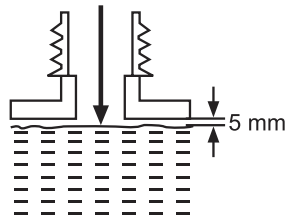

Fig. 14
3. Remplissez le réservoir avec une huile adéquate, en utilisant un entonnoir muni d'un filtre afin d'empêcher les éventuels résidus de pénétrer à l'intérieur. Évitez de trop remplir le réservoir : laissez un espace d'environ 5 mm entre la surface de l'huile et la paroi supérieure du réservoir, afin que l'huile puisse s'étendre (Fig. 14).